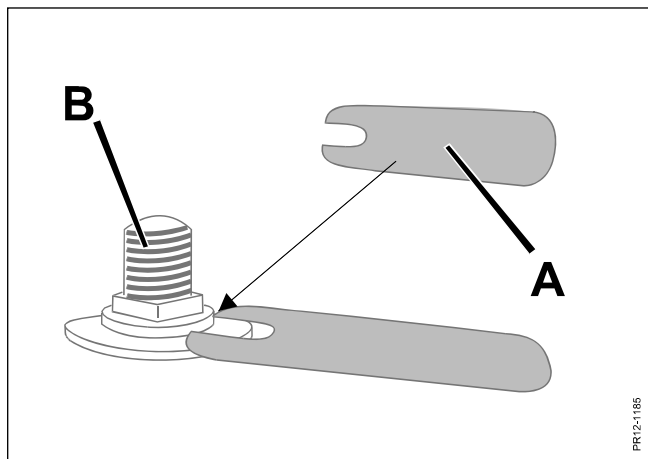

Fig. 5-9
- Fig. 5-9** I samband med knivbyte kontrolleras regelbundet alla knivbultar **B** på tallrikarna med kontrolltolken **A** (finns i reservdelssatsen).